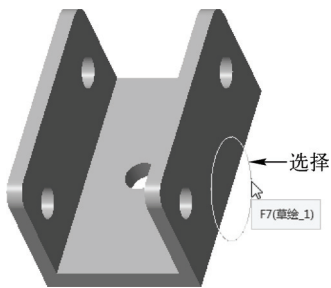

图 9-68 选择合适的曲线
STEP 03 打开“包络”选项卡,在绘图区中选择合适的曲线,如图 9-68 所示。